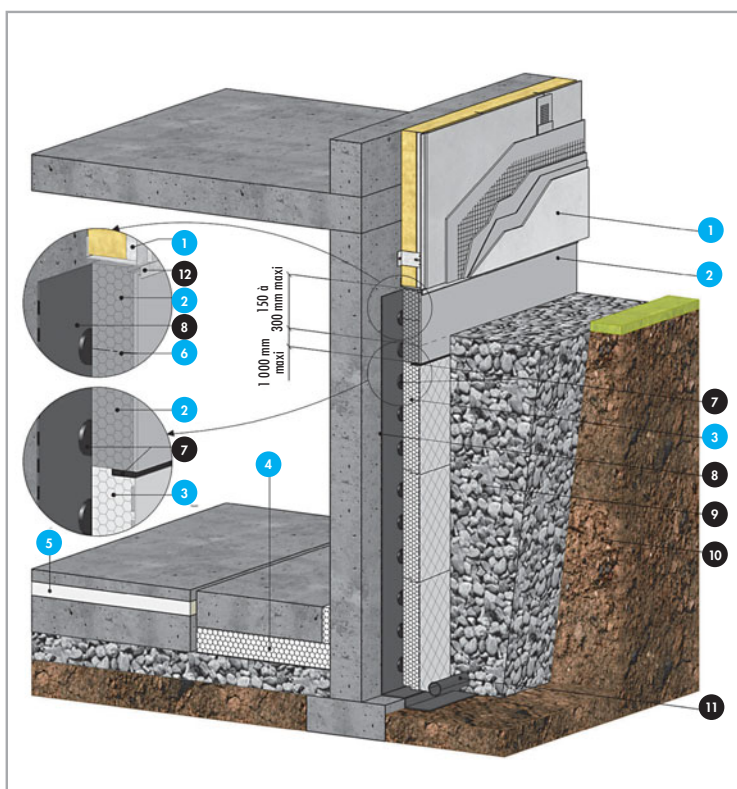

Figure 3
4. Exemple de mur enterré isolé sur fondation de Catégorie 1 avec bardage ventilé, Knauf Périboard ULTRA+ et Knauf Perimaxx (fig. 3)